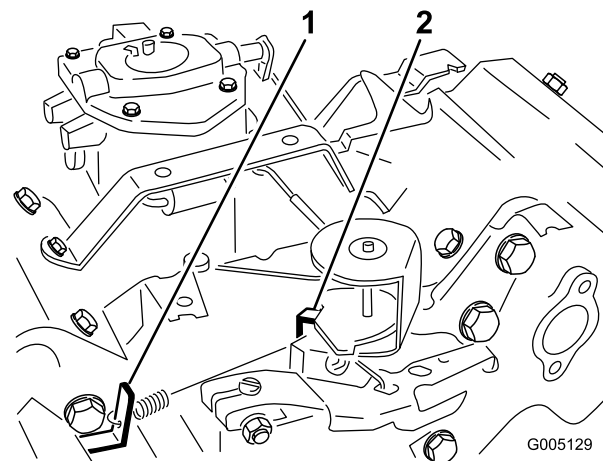

Figura 48
3. Dobre o batente da mola de velocidade intermédia (Figura 48) até obter uma velocidade de 1650 \pm 100 rpm. Verifique a velocidade com um tacómetro.
5. Desloque a alavanca do regulador para a posição Fast (rápido). Dobre o batente da mola de velocidade elevada (Figura 48) até obter uma velocidade de 2850 \pm 50 rpm.